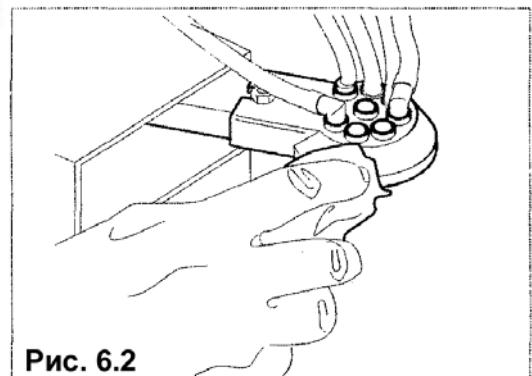
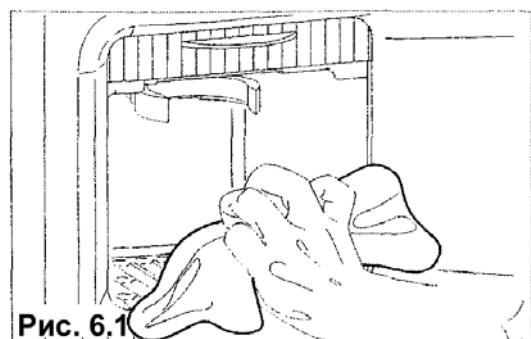

Рис. 6.2
Рис. 6.1
- Очистите все видимые части в области выдачи (рис. 6.1 и рис. 6.2).